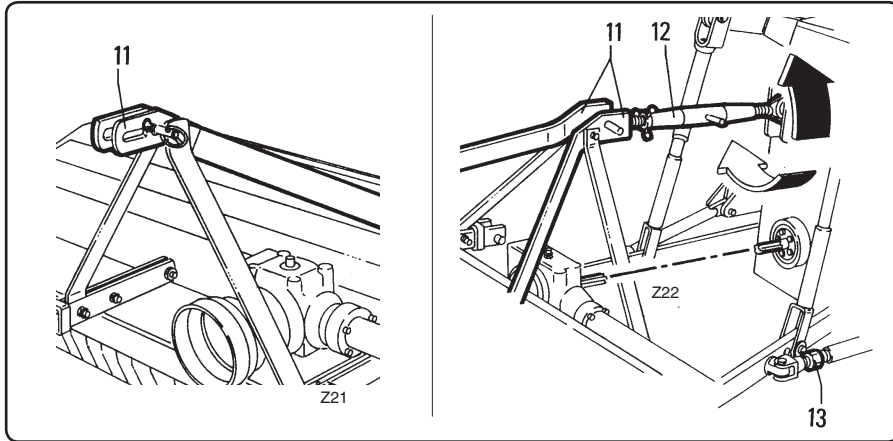

fig. 4.2.2
- Den oberen Lenker "12" Abb. 4.2.2 an der Dreipunkt-Kupplung "11" befestigen und so einstellen, daß die Zapfwelle der Arbeitsmaschine parallel zum Boden steht.